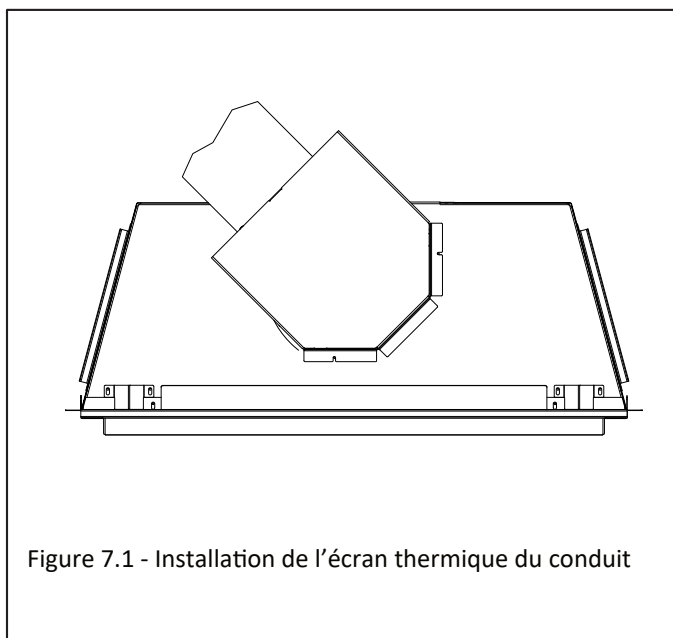
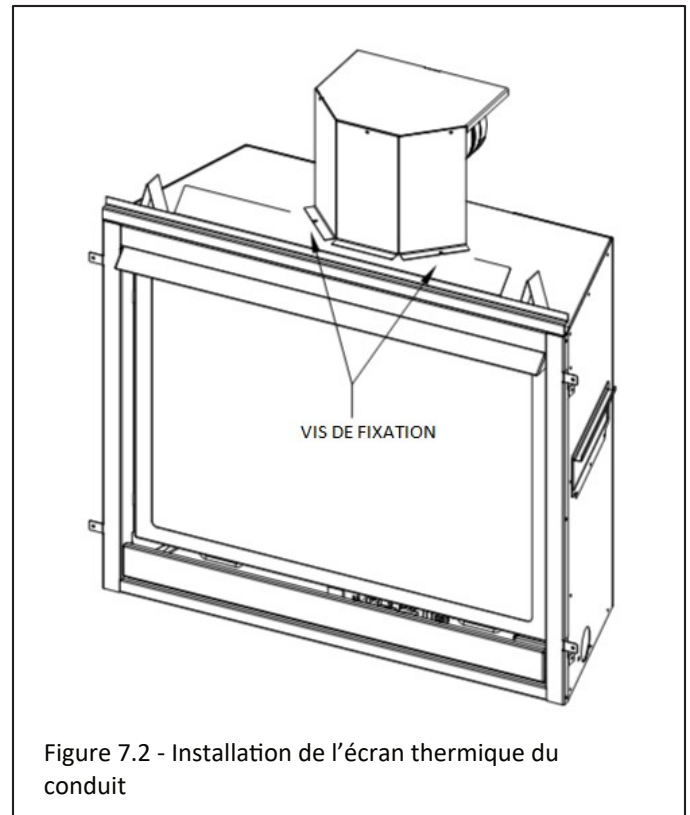

Figure 7.1 - Installation de l'écran thermique du conduit
Figure 7.2 - Installation de l'écran thermique du conduit
- L'écran thermique de conduit d'évacuation (fourni) doit être installé pour toute configuration du conduit d'évacuation. Voir les Figures 7.1, 7.2 et 7.3. À la Figure 7.2, l'écran thermique de la bordure de dégagement supérieure est partiellement coupé, pour mieux montrer l'écran thermique du conduit d'évacuation.